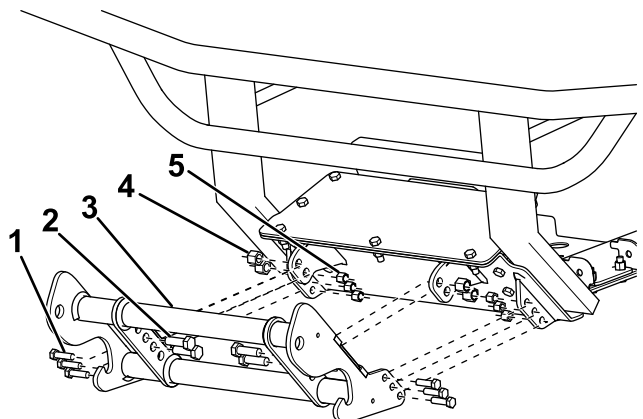

Figure 5
- Fixez l'extérieur de la barre de poussée à la plaque de protection à l'aide de 6 boulons ($\frac{3}{8}$ po) et contre-écrous (Figure 5).
- Fixez l'intérieur de la barre de poussée à la plaque de protection à l'aide de 4 boulons ($\frac{1}{2}$ po) et contre-écrous (Figure 5).